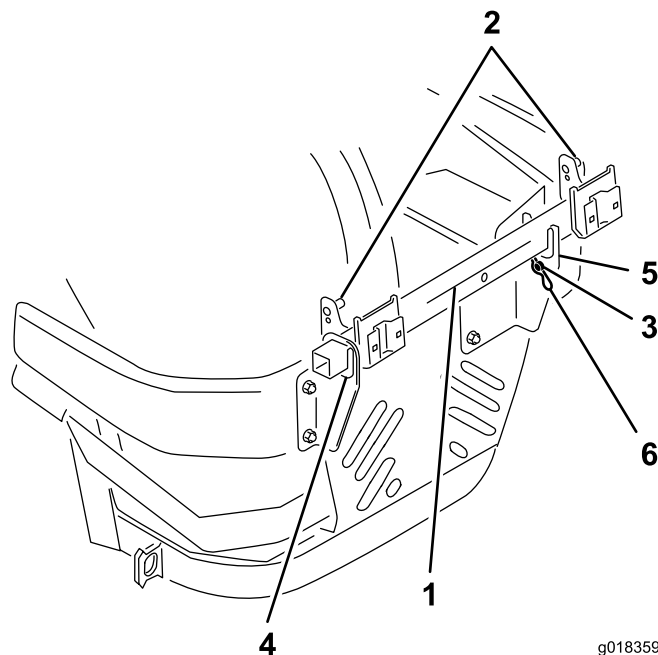

Bild 11
1. Fluchten Sie den Stützrahmen des Füllkastens so aus, dass die zwei geschlitzten Stifte oben am Rahmen nach rechts zeigen, und der Befestigungsstift unten am Rahmen nach links zeigt, wie in Bild 11 dargestellt.
2. Setzen Sie den Stützrahmen des Füllkastens in die rechteckige Öffnung in der linken Rahmenstützhalterung (Bild 11).
3. Fluchten Sie den Befestigungsstift rechts von der rechten Stützrahmenhalterung aus (Bild 11).
4. Senken Sie den Rahmen zwischen die U-förmigen Laschen der rechten Halterung ab (Bild 11).
5. Schieben Sie den Stützrahmen des Füllkastens nach links, bis der Befestigungsstift durch das Loch in der rechten Rahmenstützhalterung geht (Bild 11).
6. Stecken Sie den Splint durch das Loch im Befestigungsstift, um den Rahmen an der Halterung zu befestigen (Bild 11).